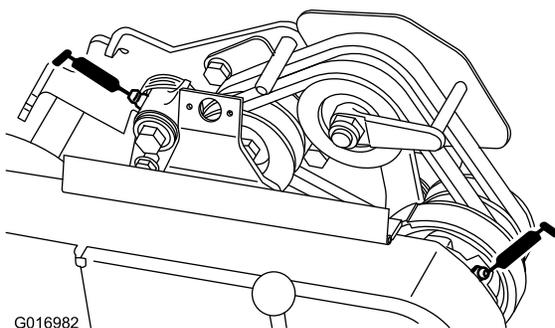

Рисунок 20
- 2 на шарнирах натяжного шкива ремня (Рисунок 20).